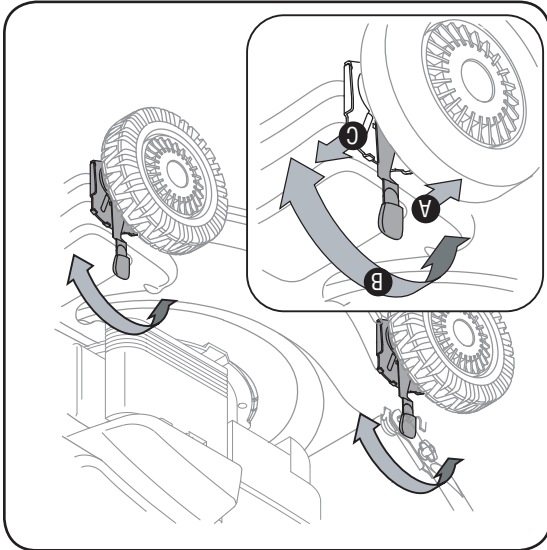

Figure 4
4. Enfoncez les taquets des attache-câbles dans les trous aménagés dans le guidon inférieur. Serrez l'attache-câble et coupez le surplus. Voir la Figure 4.